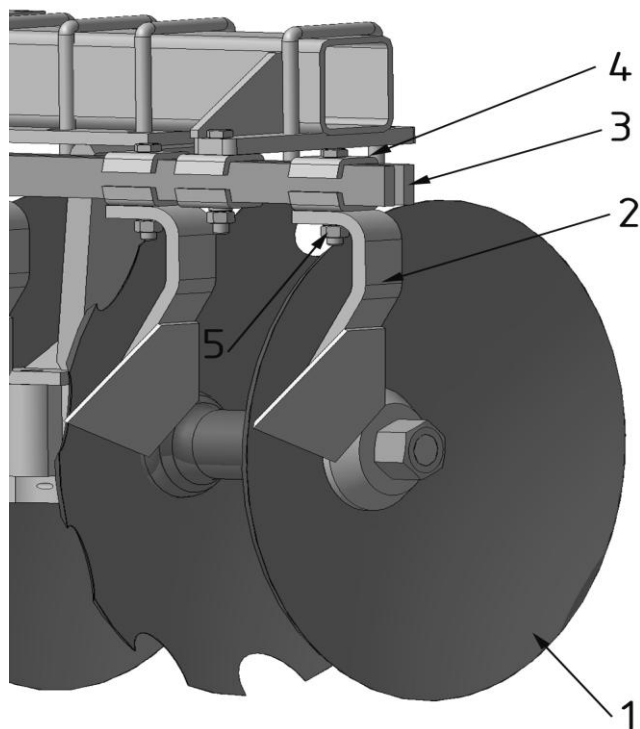

Рис.3 Регулировка зазора между чистиком и диском.
14. Изменение зазора между чистиками 2 и дисками 1 производить по мере необходимости перемещением чистиков 2 по планкам 3, на которых они крепятся. Для этого надо отпустить болт и гайку 5 и переместить чистик, затем затянуть обратно. Зазор между чистиком и диском должен составлять не более 3 мм (рис.3)